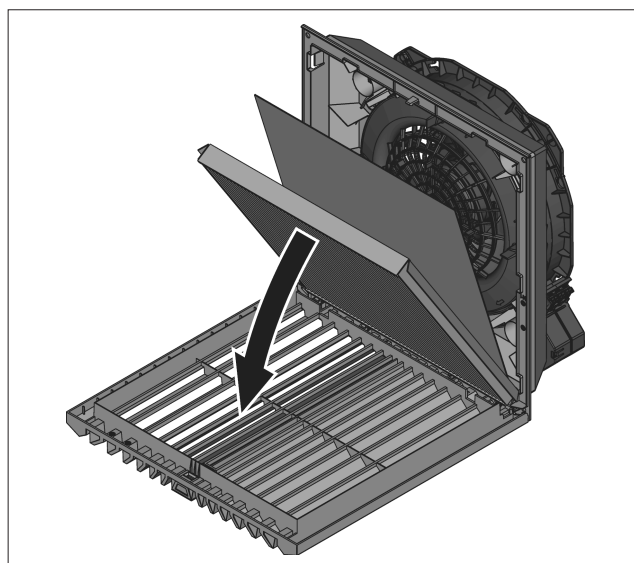

Fig. 13: Installazione del filtro a pieghe IP55
- Solo per IP55: posizionare il filtro assorbente fornito con i filtri a pieghe per IP55 quando il filtro a pieghe è già inserito (vedi fig. 13). La direzione di installazione del lato assorbente non è importante in questo caso.